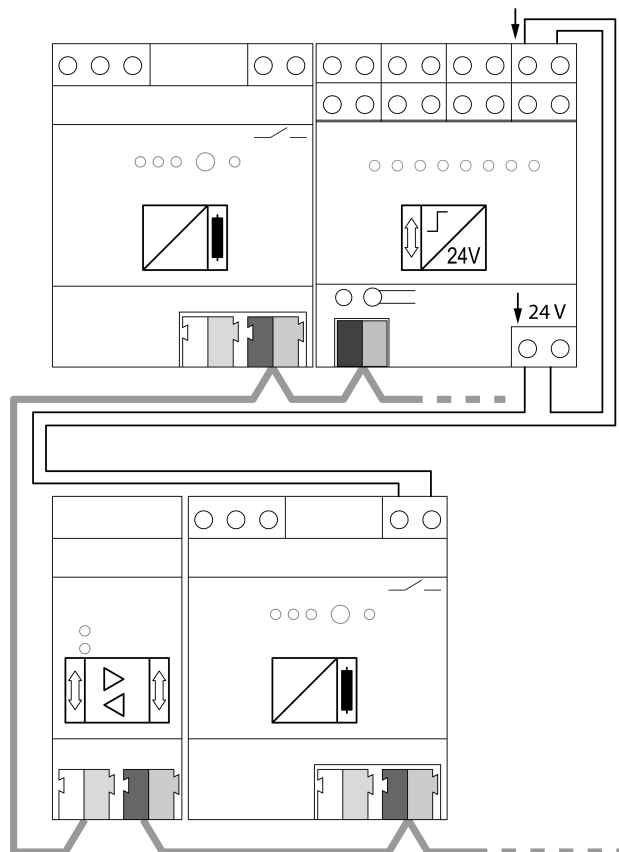

Imagen 6: Ejemplo de aplicación – entrada binaria KNX en línea principal para detección y notificación centralizada de avisos de diagnóstico
- Conectar la entrada binaria KNX según el ejemplo de conexión (Imagen 6).